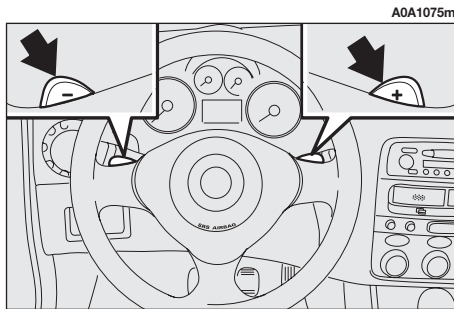

fig. 135
- le leve al volante (**fig. 135**).